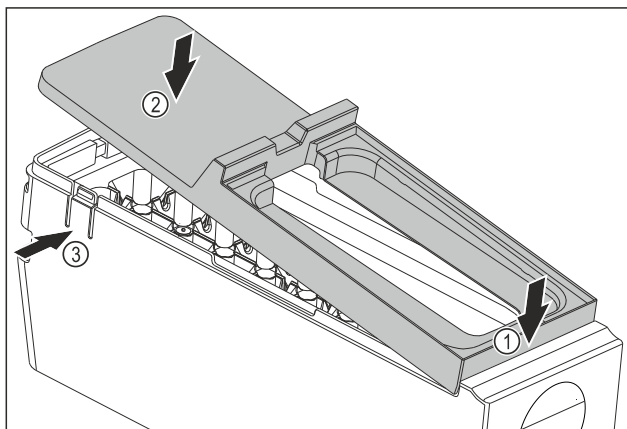

Fig. 134
- ▶ Встановіть кришку корпусу EasyTwist-Ice: Прикріпіть кришку спереду. Fig. 134 (1)
- ▶ Опустіть кришку ззаду. Fig. 134 (2)
- ▷ Кришка зі звуком фіксується в обох виступах Fig. 134 (3).